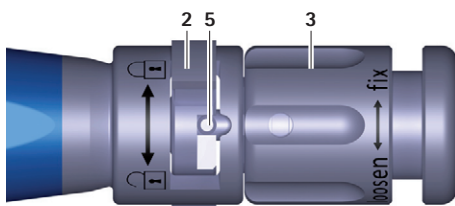
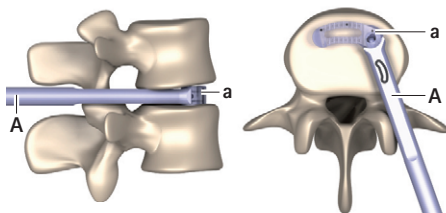

Fig. 3 Närbild av insättningsinstrumentet med stängd omkopplare
Fig. 11 Implantat i slutpositionen
- Vrid omkopplaren **2** åt höger (riktning ) , se Fig. 3.
- Vrid vridmuttern **3** moturs (riktning "lossa") tills stiftet **5** är helt inne i omkopplaren **2**, se Fig. 3. Se till att inte stiftet **5** klämmer fast omkopplaren **2**.
- Vrid vridmuttern **3** moturs (riktning "lossa") tills stiftet **5** är helt inne i omkopplaren **2**, så snart ändläget har nåtts (se Fig. 11), se Fig. 3. Se till att inte stiftet **5** klämmer fast omkopplaren **2**.
- Vrid omkopplaren **2** åt höger (riktning ☹), se Fig. 3.